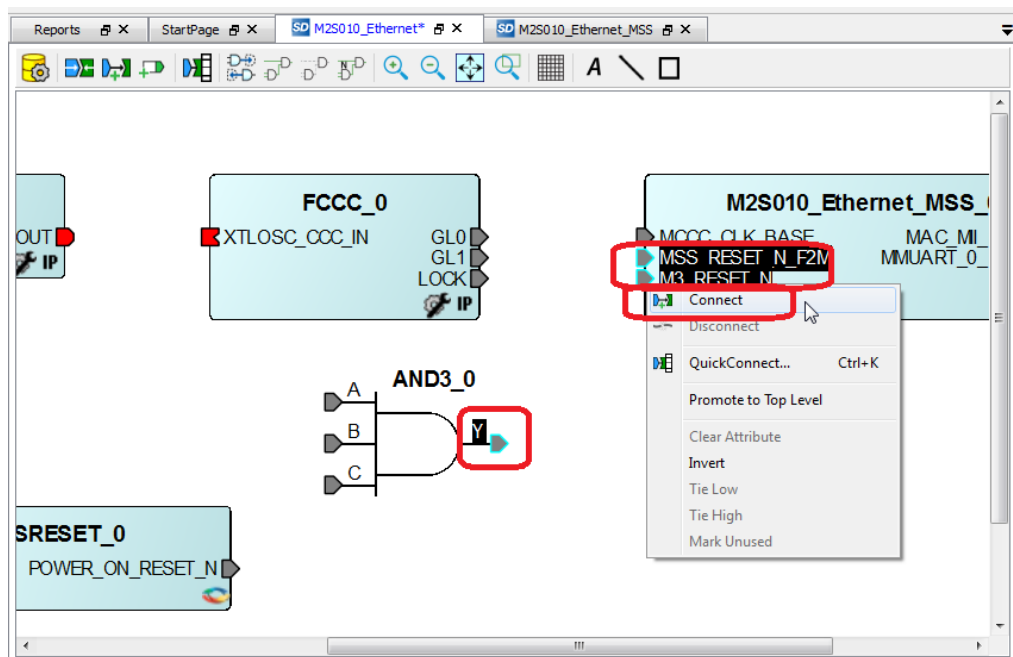

Рис. 24.
- 1) При нажатой клавише <Ctrl> левой кнопкой мыши выделить два или более соединяемых общей цепью контактов, щелкнуть правой кнопкой мыши на одном из контактов и в появившемся меню выбрать Connect (рис. 24);